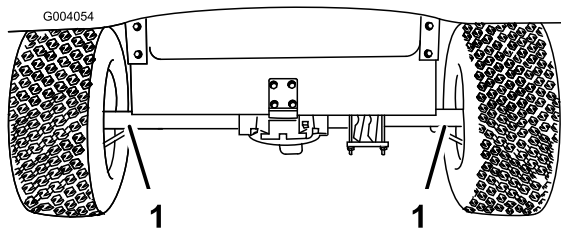
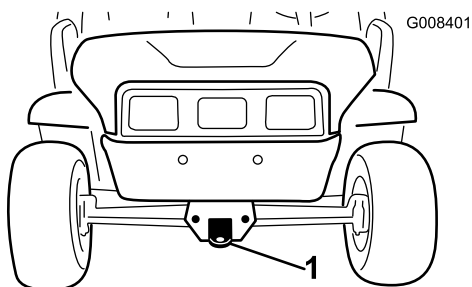

Figura 21
Figura 22
Para transportar el vehículo largas distancias, debe llevarse el vehículo sobre un remolque. Asegúrese de que el vehículo está firmemente sujeto sobre el remolque. Consulte en Figura 21 y Figura 22 la ubicación de los puntos de amarre.
2. Conecte un cable de remolque al punto de remolque, en la parte delantera del bastidor (Figura 22).